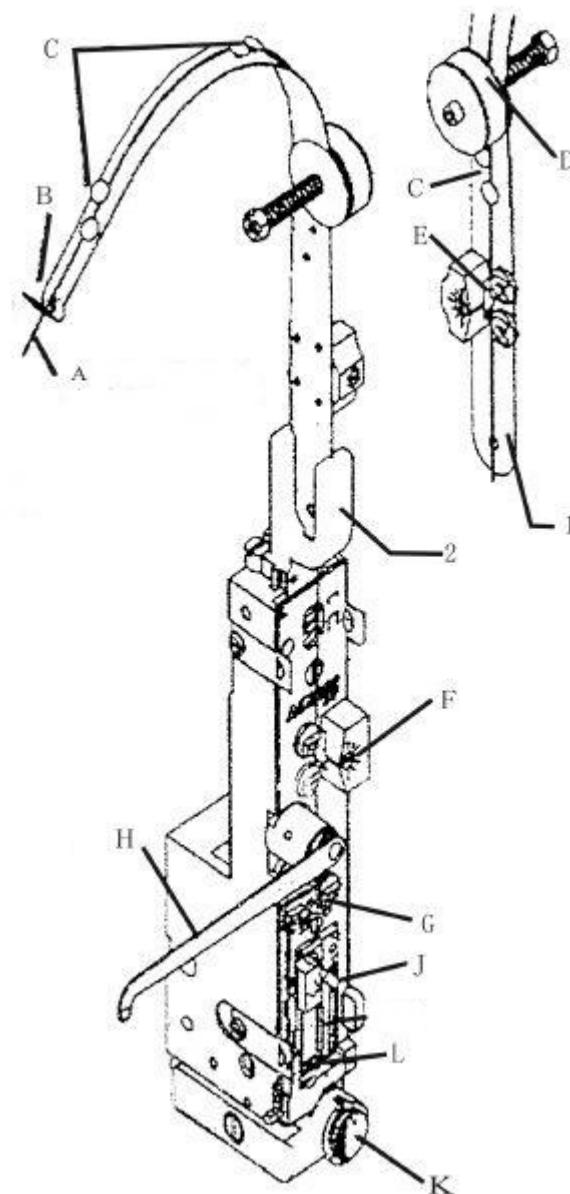

Рис. 1
Проволока с катушки (Рис. 1 - А) вставляется в щелевое отверстие (В) направляющей подачи проволоки (1), затем по ее поверхности проходит через:
- Сквозное отверстие U-образного профиля (2),
- Между роликом давления (G) и подпружиненной пластиной (приопускается вниз вручную),
- В зажимном устройстве толкателя (J) (левая часть отклоняется за основание штока),
- И вставляется в сквозное отверстие (L)